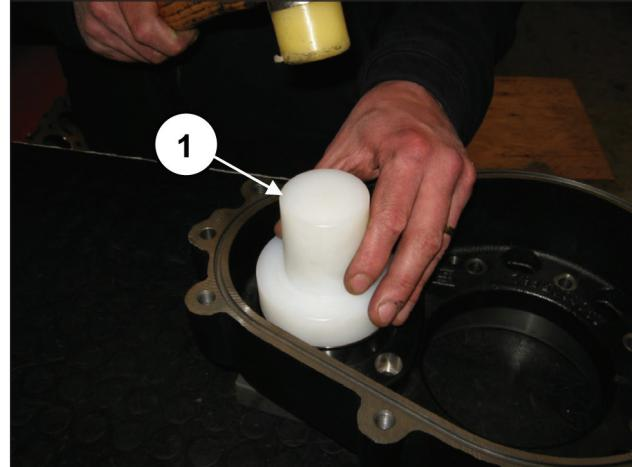
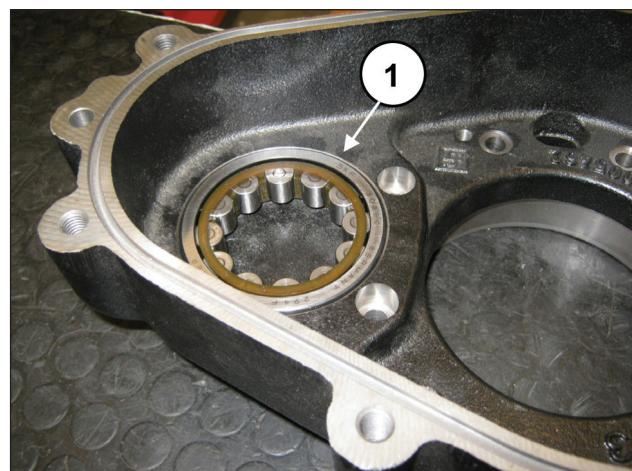

Рис. 53
Рис. 54
Предварительно установите внешнее кольцо подшипника шестерни на корпус редуктора с помощью инструмента, арт. 27604900 (поз. ①, Рис. 53) до упора (поз. ①, Рис. 54).